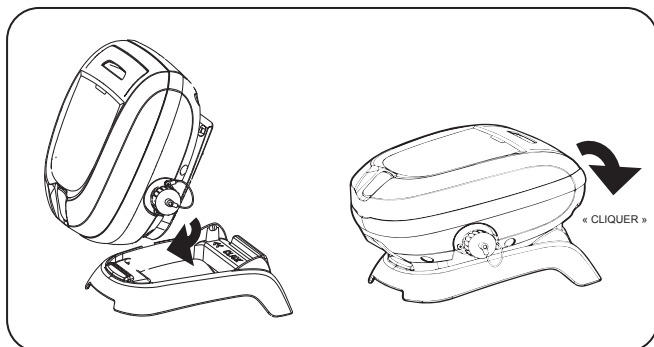

Figure 1. Brancher le socle de l'unité de contrôle
- ÉTATS-UNIS : Conformément aux exigences de la NEC®, maintenir l'unité de contrôle à au moins cinq (5) pi (1,5 m) du bord de la piscine. CANADA : Conformément aux exigences du CCE, maintenir l'unité de contrôle à au moins trois (3) m (10 pi) du bord de la piscine.
1. Asseoir fermement l'unité de contrôle dans le socle de l'unité de contrôle (Figure 1).